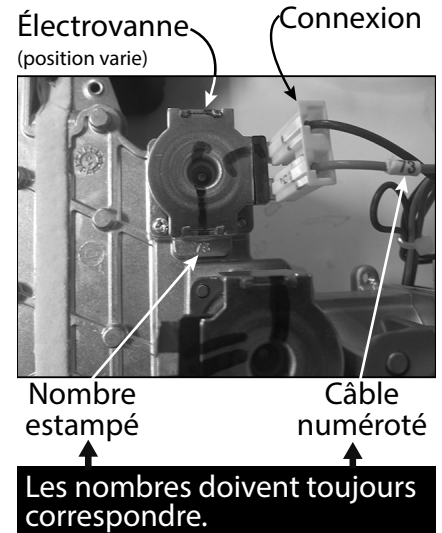

Figure 34
- Rebranchez les connecteurs des électrovannes et de la vanne proportionnelle avant de réinstaller l'assemblage électrovanne du gaz/ plaque de distribution voir Figure 34.
- Les câbles des 4 électrovannes secondaires portent les numéros: 3, 9, 53 et 73. Voir Figure 34. et les schémas des pages 32 ou 33.
Pour ce faire, faites correspondre le numéro imprimé sur le fil au numéro correspondant qui est estampillé sur chaque électrovanne, voir Figure 34.